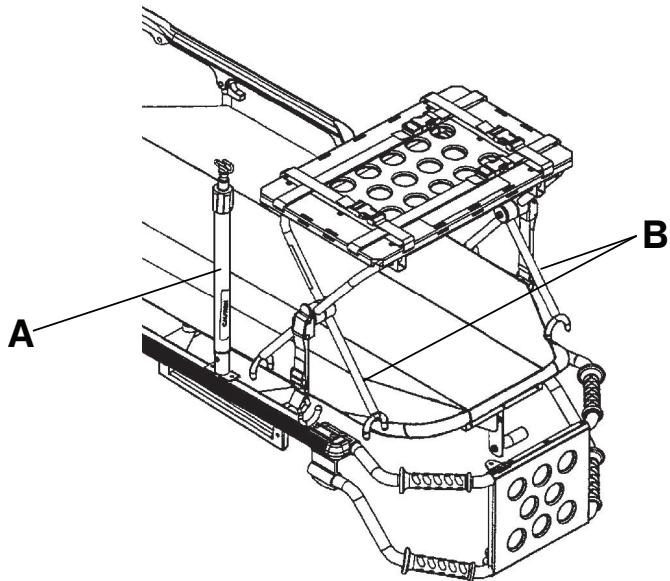

Figura 18 – Sollevare l'asta portaflebo e posizionare il vassoio del defibrillatore (mostrato nel modello 6506)
3. Se il dispositivo è dotato di asta portaflebo, sollevare quest'ultima (A) in posizione verticale (Figura 18).
5. Posizionare le gambe interne (B) della piattaforma verso il lato testa del dispositivo (Figura 18).